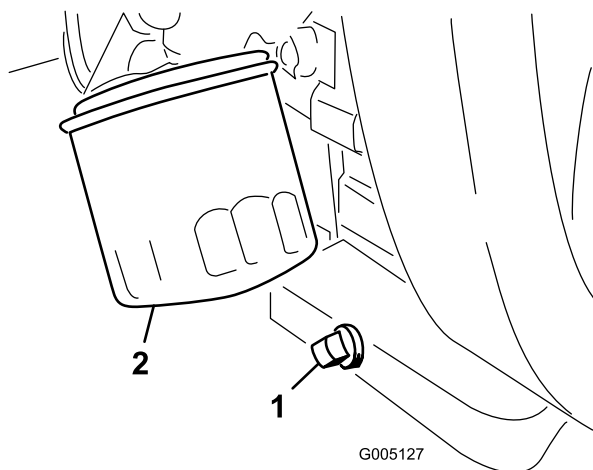

Figura 43
- Retire o tampão de escoamento (Figura 43) e deixe o óleo escorrer para um recipiente adequado. Quando o óleo parar, volte a montar o tampão de escoamento.
- Retire o filtro do óleo (Figura 43). Aplique uma leve camada de óleo limpo na gaxeta do novo filtro.